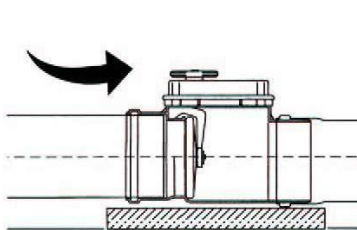

Рис. 1
2. Клапан запорный (обратный) канализационный установить строго горизонтально (на горизонтальном участке трубопровода) в месте ввода в общую канализационную систему с последующим подключением к канализационной сети в направлении потока, согласно инструкции по монтажу внутренних и наружных канализационных сетей (рис. 1. Прим. Направление канализационного потока показано стрелкой). Допустим уклон 2° максимально.